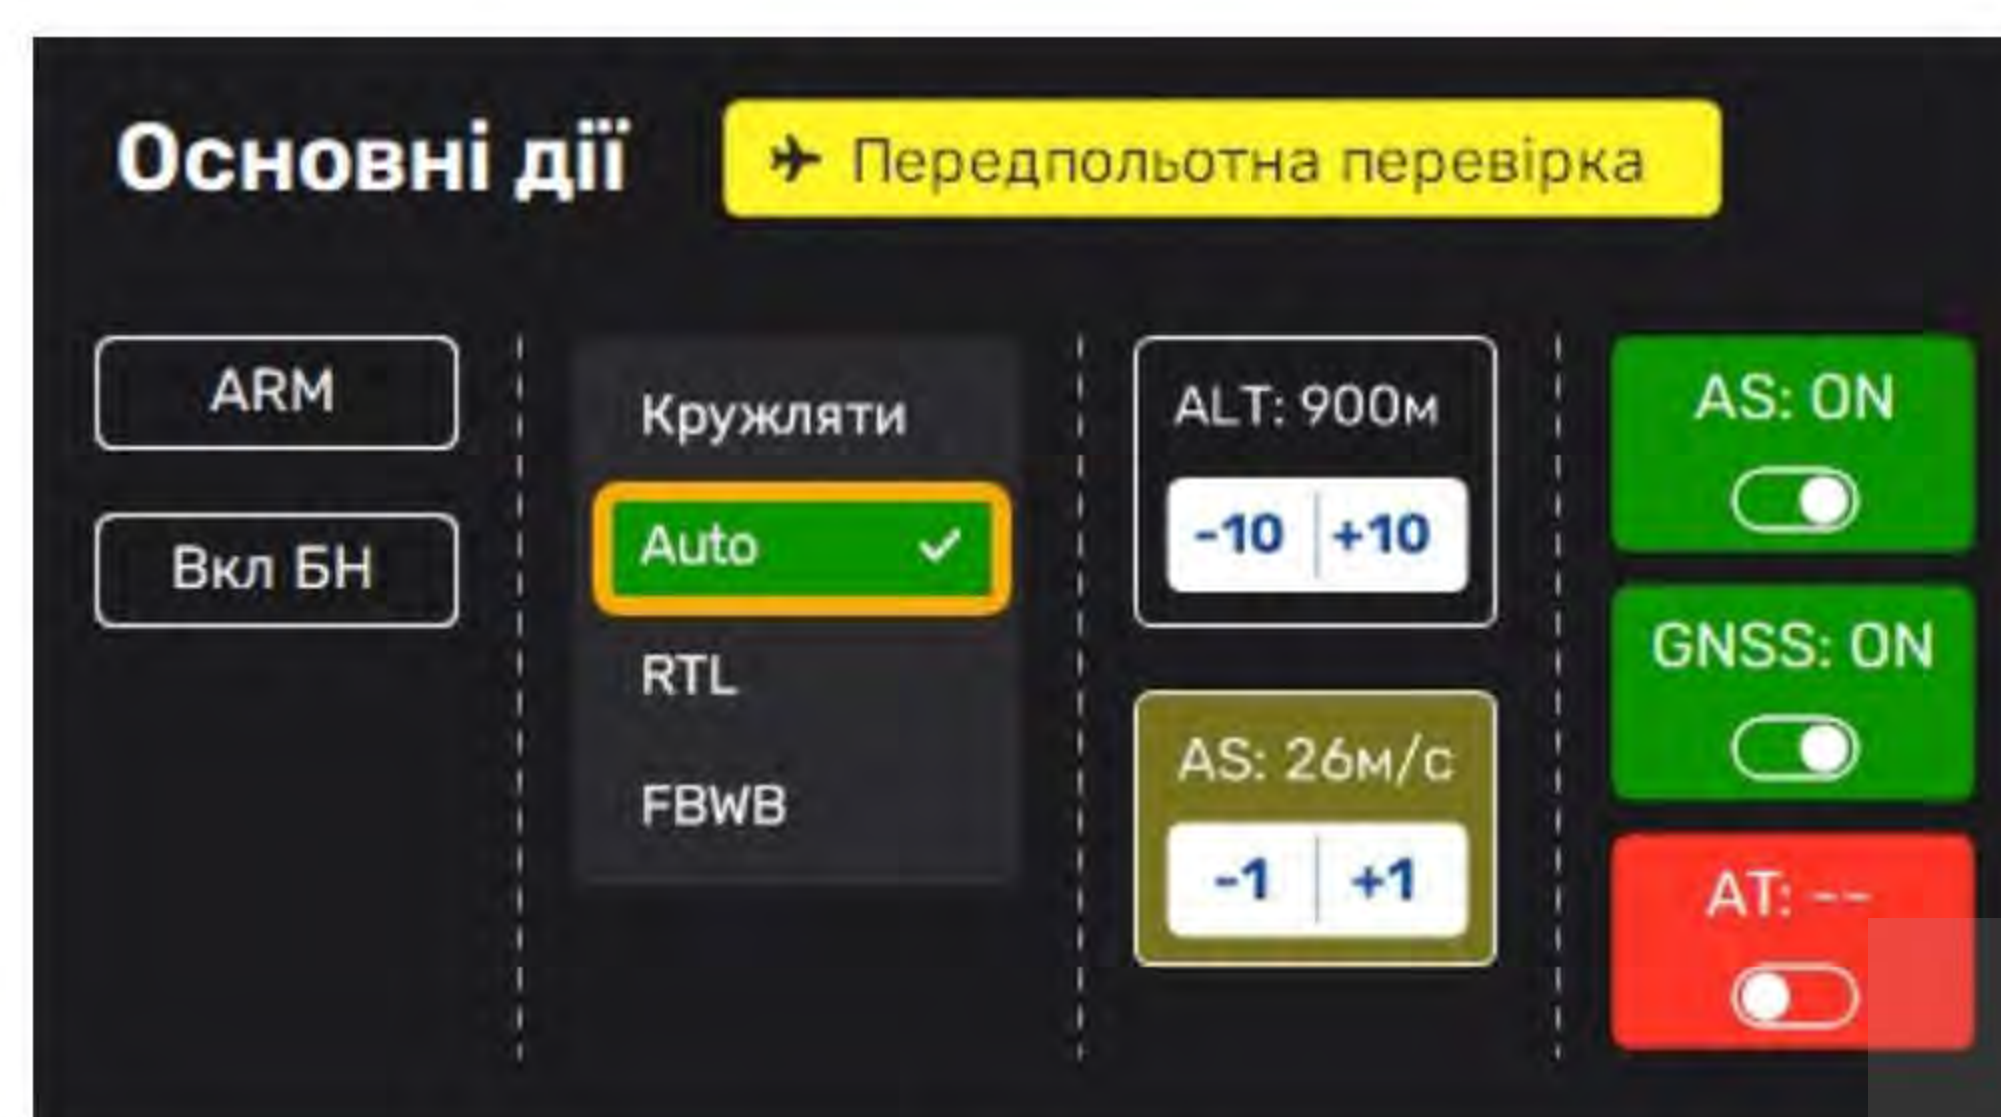

Рис. 5 Внешний вид кнопки "Auto" внешний вид кнопки "Auto"
5.2.1.8 Оператор БпЛА переводит БпЛА в режим "Auto" в меню "Основные действия" ПО "UAV CC" (Рис. 5), для выполнения полета в автоматическом режиме. После этого БпЛА готов к запуску.